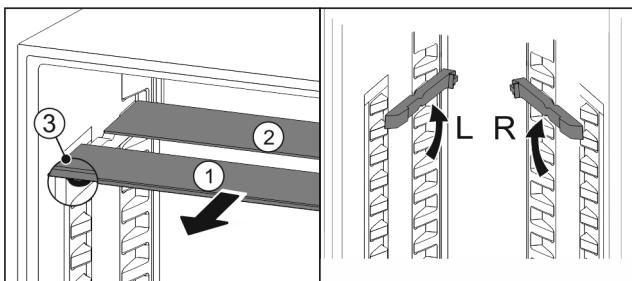

Fig. 87
- Izvucite Fig. 87 (1) staklene ploče jednu po jednu prema naprijed.
► Staklena ploča Fig. 87 (1) s ukrasnom letvicom nalazi se sprijeda.
► Zaustavljači Fig. 87 (3) su usmjereni prema dolje.